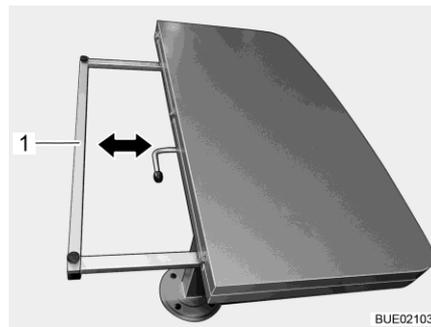

Fig. 105 Reducir el tamaño del tablero de la mesa
- Sujetar ambos lados del marco de apoyo (Fig. 105,1) e insertarlo uniformemente hasta el tope debajo del tablero de la mesa.